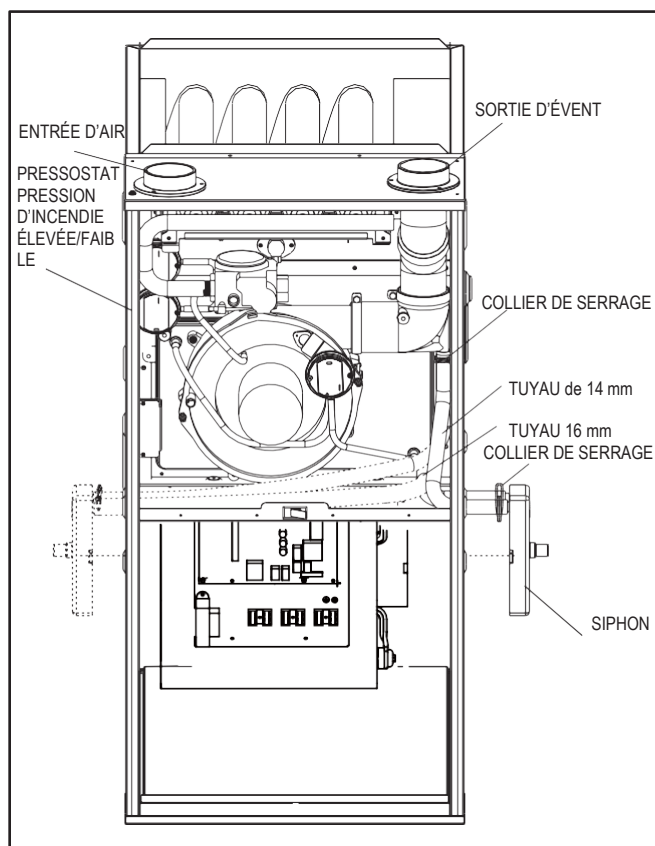

Fig. 11 - installation du débit ascendant, ventilation supérieure
#### 1. Ventilation supérieure (voir Fig. 11)
- Connecter un flexible de 16 mm entre le boîtier collecteur et le siphon et connecter un flexible de 14 mm entre le coude et le piège. (Voir Fig. 11 ). Couper les flexibles excédentaires si nécessaire.